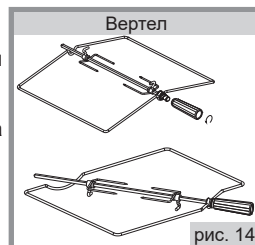

рис. 14
■ В зависимости от комфортности плиты могут комплектоваться вертелом различной конструкции со съемной рукояткой (рис. 14). При установке и извлечении использовать рукоятку, которая накручивается на резьбовую втулку.